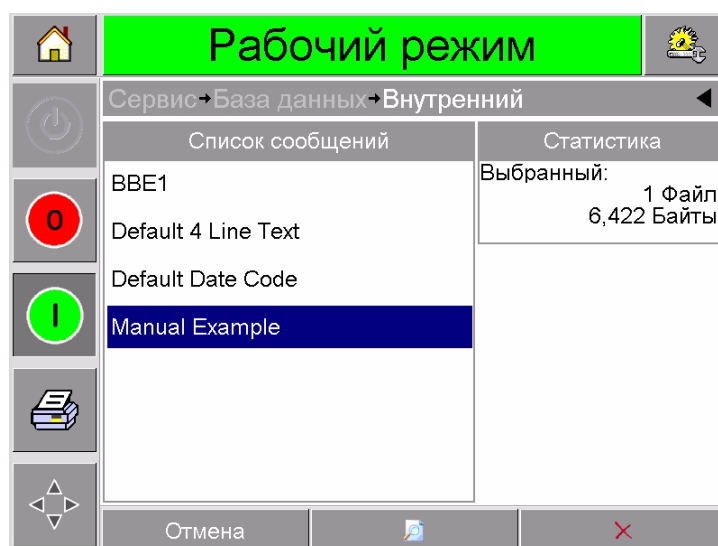

Рис. 4-18: Окно данных для базы данных
- 2 Нажмите кнопку «База данных» на странице инструментов, чтобы открыть страницу базы данных. Эта страница содержит список всех имеющихся заданий вместе с информацией об имеющемся свободном объеме памяти для хранения новых заданий (Рис. 4-18).